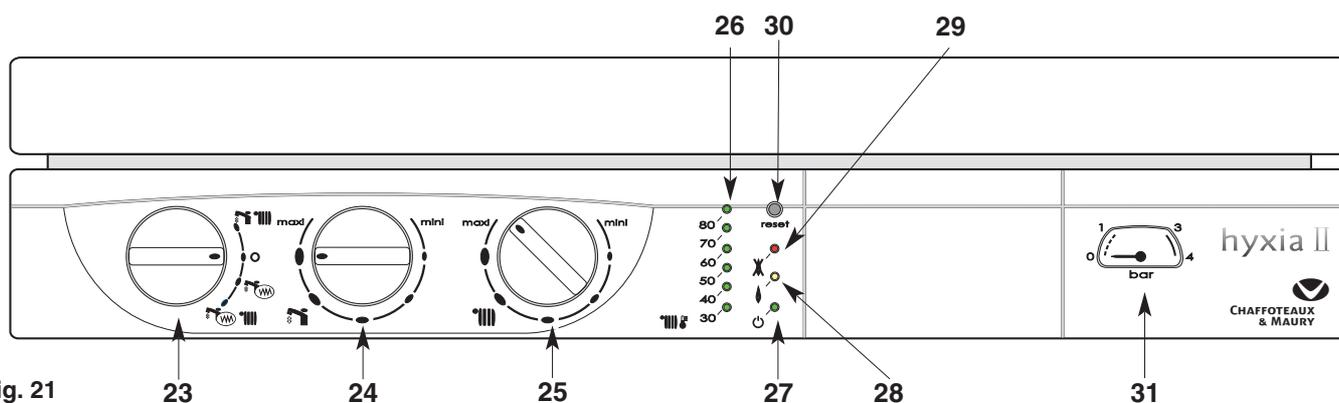

Fig. 21
Tableau de bord (fig. 21)
- Placez le commutateur **23** (fig. 21) en position  voyant vert **27** allumé ; le voyant orange **28** (fig. 21) s'allume chaque fois que le brûleur entre en fonction.
Le bouton de réglage du chauffage **25**  (fig. 21) donne la possibilité d'ajuster la température de l'eau du circuit de chauffage en fonction des besoins saisonniers.
- Placez le commutateur **23** en position «O » le voyant vert **27** (fig. 21) reste allumé. La fonction hors gel de la chaudière reste active.
*Ne pas oublier de le rouvrir en début de saison de chauffage, lorsque l'on replace le commutateur **23** (fig. 21) en position  .*
Après vérification du circuit de ventilation (gaine, extracteur, etc...) il sera possible de réarmer la chaudière (en agissant sur le bouton **30** fig. 21), le thermostat, refroidi, aura remis le circuit et la température d'extraction des produits de combustion sera normale.